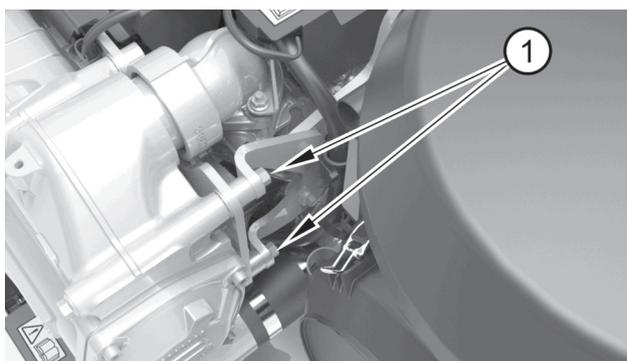

Abbildung 19
5. Entfernen Sie die hinteren Schrauben, mit denen die Baugruppe befestigt ist (Abbildung 19, Nummer 1).